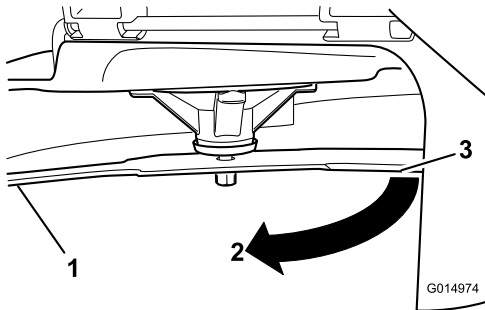

Figure 55
3. Seconde distance mesurée entre la lame et la surface (B)
4. Tournez la même lame de 180 degrés pour amener l'autre tranchant à la même position (Figure 55).